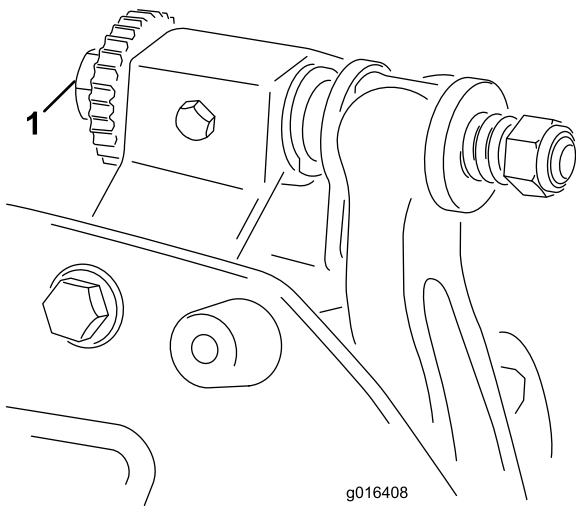

Bild 9
1. Stellen Sie die Maschine auf eine flache, ebene Arbeitsfläche. Stellen Sie sicher, dass die Spindel das Untermesser nicht berührt. Drehen Sie die Einstellschrauben des Untermesserträgers nach links (Bild 9).